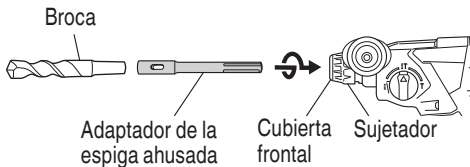
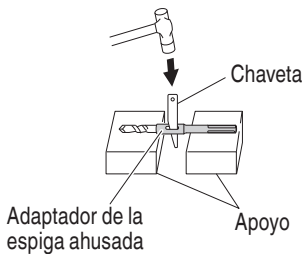

Fig. 23
Fig. 24
- (1) Montar el adaptador de la espiga ahusada en el martillo perforador a batería (Fig. 23).
- (2) Montar la broca (espiga ahusada) en el adaptador de la espiga ahusada (Fig. 23).
- (3) Poner el interruptor en la posición de encendido, y taladrar un orificio de la profundidad especificada.
- (4) Para quitar la broca (espiga ahusada), insertar la chaveta en la ranura del adaptador de la espiga ahusada y golpear la cabeza de la chaveta con un martillo sobre sus apoyos (Fig.24).